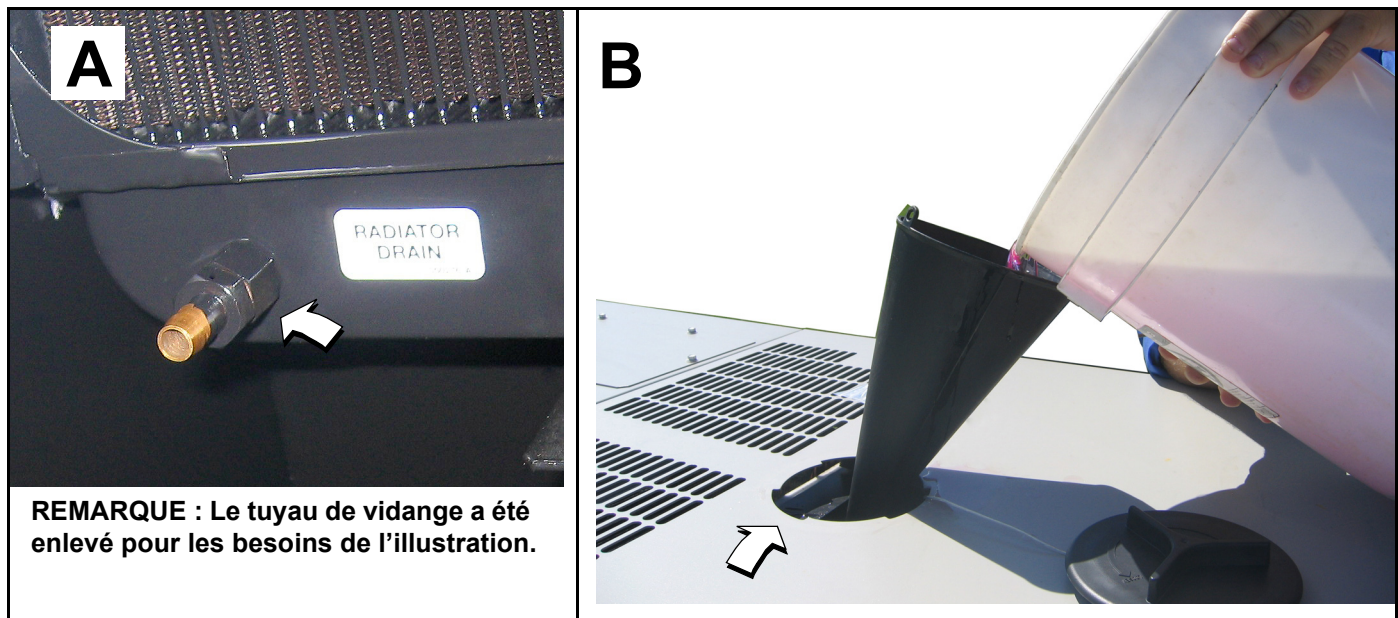

Figure 5-19. Vidange/remplissage du système de refroidissement
4. Trouvez le robinet de vidange qui se trouve au bas du côté gauche du radiateur. Faites tourner le raccord de la vis à tête hexagonale pour ouvrir le robinet de vidange. Voir la partie A de Figure 5-19.
12. Faites tourner et enlevez le couvercle de plastique qui se trouve sur le dessus du boîtier et insérez l'entonnoir dans le goulot de remplissage. Voir la partie B de Figure 5-19.